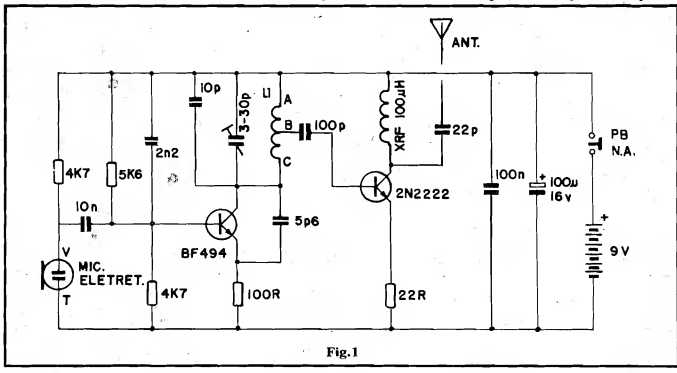

Fig.1
- FIG. 1 - O CIRCUITO - O "esquema" é muito simples, na verdade uma ampliação do mini-projeto original do MICROTRANS FM, ao qual foi anexado um "reforço", na forma de amplificação final da RF já modulada em Frequência, por um segundo transistor... No núcleo do circuito temos o transistor BF494 (apropriado para trabalhar nas elevadas Frequências envolvidas...), num arranjo Colpitts modificado (oscilador com realimentação por capacitor). A bobina L1 (detalhes construcionais mais adiante...) e o trimmer (capacitor ajustável de 3-30p) permitem sintonizar a oscilação, fixando-a no conveniente valor, normalmente em torno de 90 a 95 MHz (próximo ao centro da faixa de FM comercial). Notem que o capacitor de 10p, "paralelado" ao conjunto LC de sintonia,